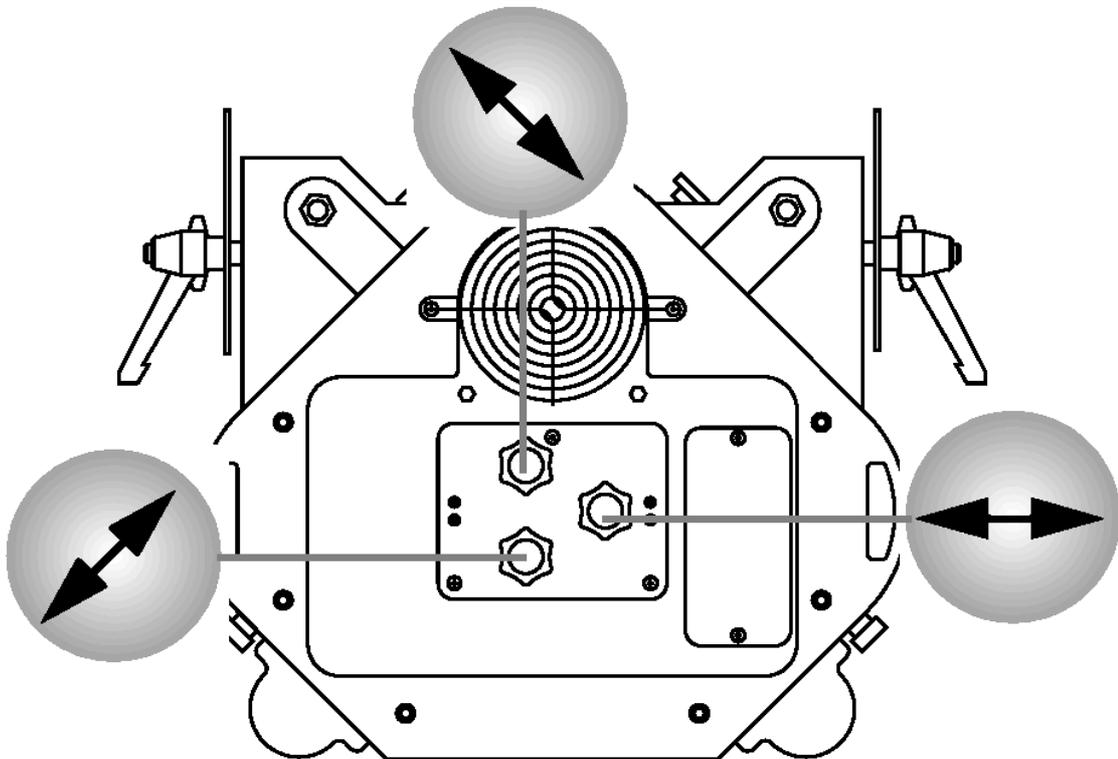

Abb.14: Justierung der Lampe
5. Zentrieren Sie den Brennpunkt (den hellsten Punkt der Abbildung) über die drei Justierschrauben (siehe Abb.14). Die Drehung einer Schraube bewirkt eine diagonale Bewegung des Brennpunktes über die Projektionsfläche. In der Standardkonfiguration mit Diffusionsfilter und ohne installierte Kondensierlinse ist praktisch kein Brennpunkt erkennbar. In diesem Fall justieren Sie die Lampe, bis eine gleichmäßige Helligkeitsverteilung erreicht ist.